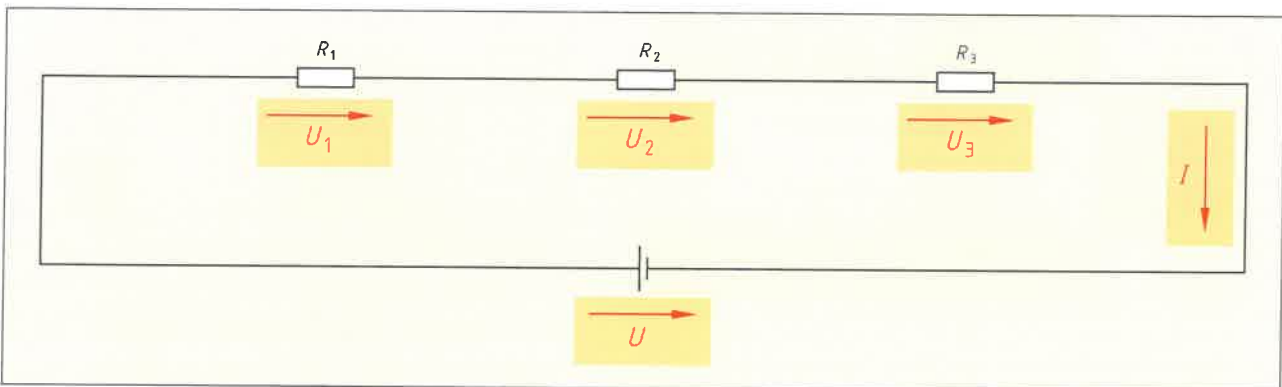

Bild 2: Reihenschaltung von Widerständen
2. Tragen Sie in die Reihenschaltung (**Bild 2**) die Teilspannungen  $U_1$  an  $R_1$ ,  $U_2$  an  $R_2$  und  $U_3$  an  $R_3$ , die Gesamtspannung  $U$  und den Strom  $I$  mit den dazugehörigen Bezugspfeilen ein.
3. Ergänzen Sie die Gesetzmäßigkeiten der Reihenschaltung **Bild 2 a)** als Formel und **b)** mit Worten.